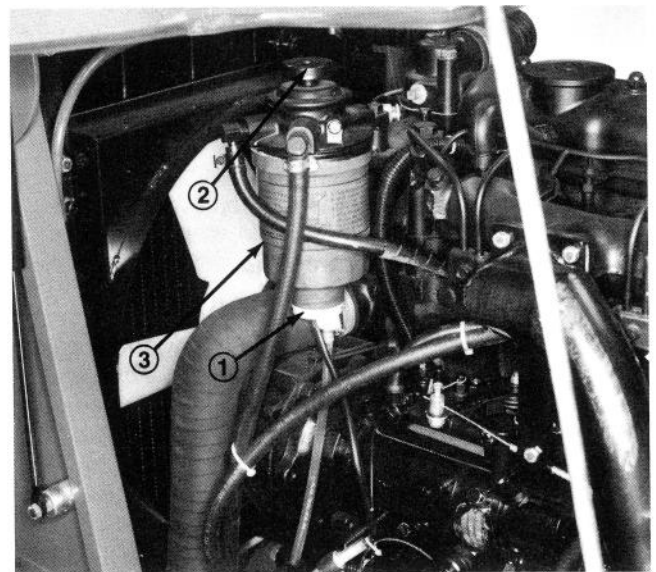

Figure 36
1. Vidange de l'eau se trouvant dans le système de carburant (Fig. 36) – Vidanger l'eau du système de carburant chaque jour ou lorsque le voyant indique un excès d'eau. Pour vidanger, desserrer le bouchon de vidange au fond du filtre à carburant. Laisser couler dans un récipient jusqu'à ce qu'il reste uniquement du carburant (Fig. 36).